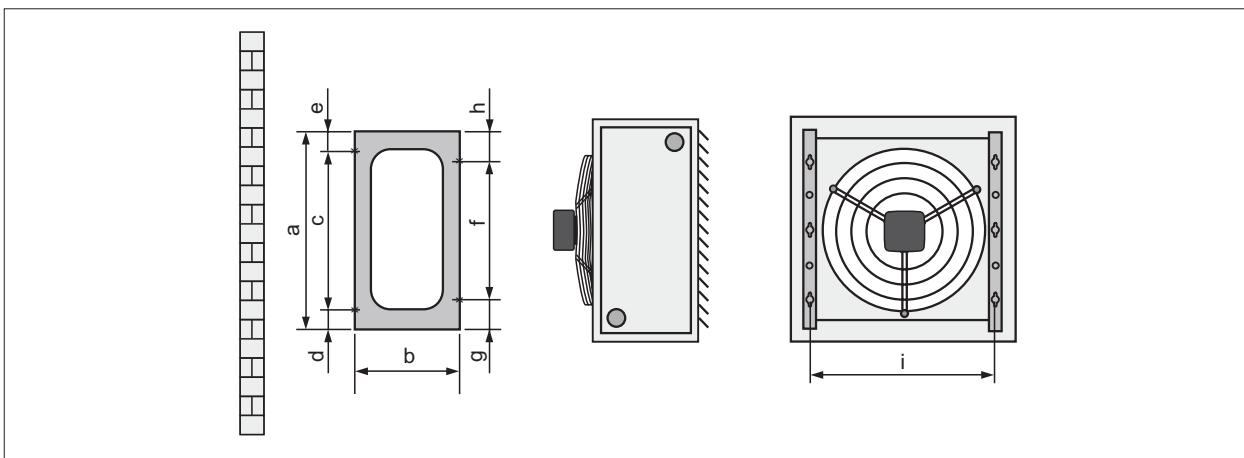

Рис. 5.5 Монтаж воздухонагревателя на стене с помощью крепежных кронштейнов.
- См. Рис. 5.5 Монтаж воздухонагревателя на стене с помощью крепежных кронштейнов. и Табл. 5.2 Размеры крепежных кронштейнов.